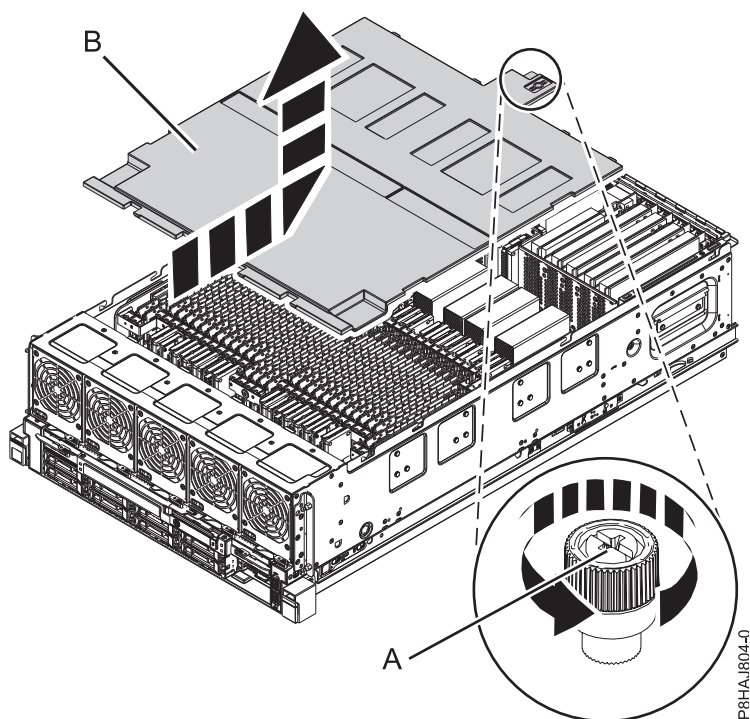

図 20. 安全カバーの取り外し
2. カバーの背面にあるつまみねじ (A) を、54 ページの図 20 に示されている方向に回転させて緩めます。
3. 安全カバー (B) をシステムの後方にスライドさせます。カバーの最前部が上部のフレーム棚を通り過ぎたら、カバーを持ち上げてシステムから外します。